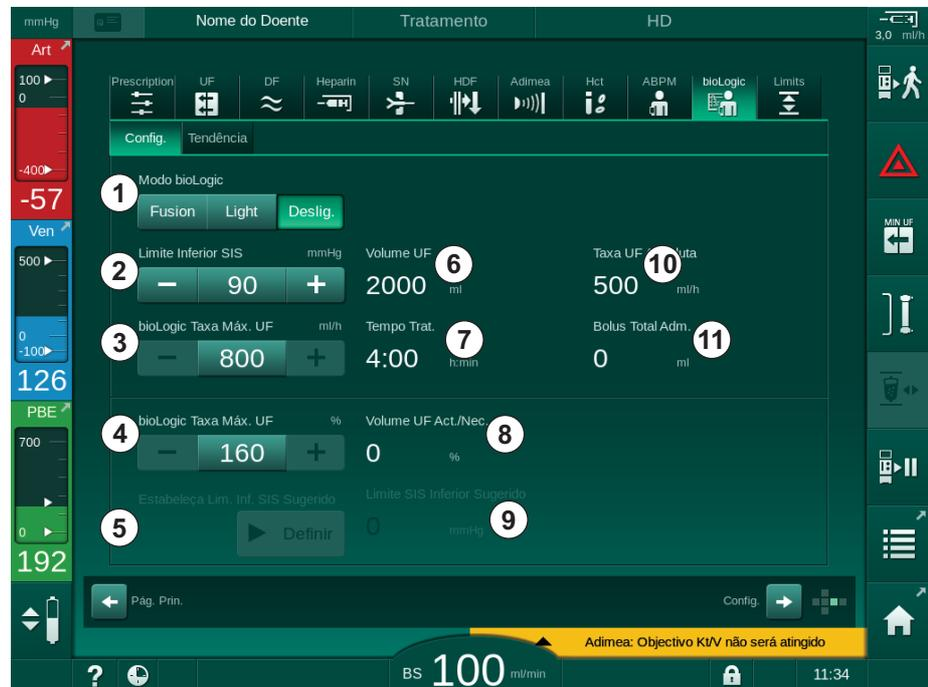

Fig. 11-20 Ecrã de Configurações de bioLogic Fusion
Ao ativar o SLL sugerido, o valor ⑨ em Fig. 11-20 é aceite. Opcionalmente, o limite sistólico inferior pode ser definido na posição ② .
1. Para ativar o bioLogic Fusion ou bioLogic Light, toque no botão *Fusion* ou *Light* na caixa *Modo bioLogic* (Fig. 11-20, ① ).